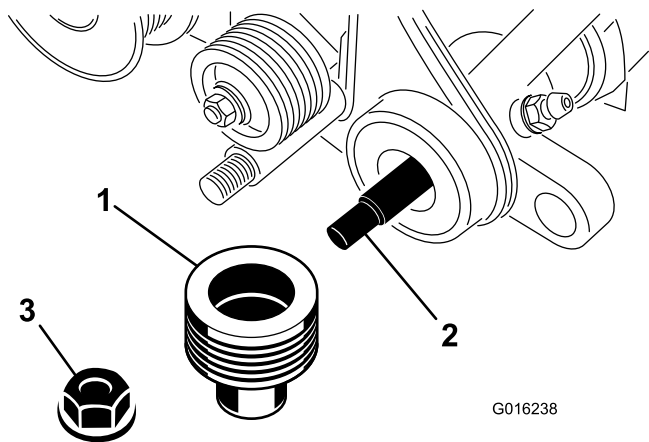

图 6
6. 卸下将从动皮带轮固定至疏草刀轴轴端的凸缘锁紧螺母图 6。卸下皮带轮。